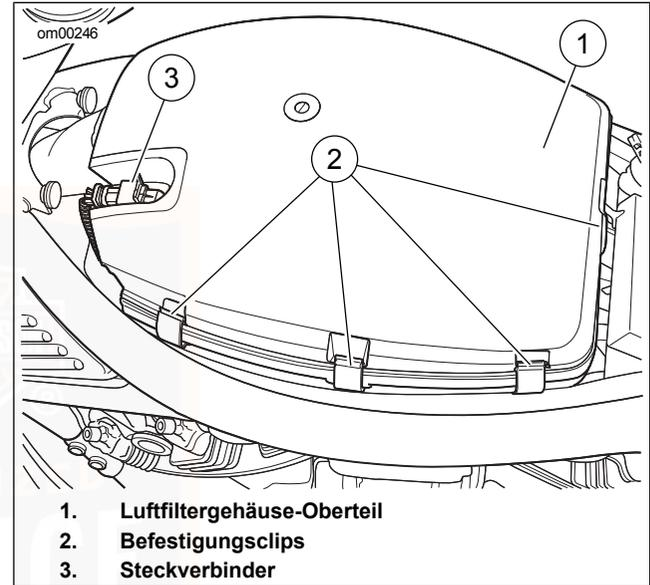

Abbildung 39. Luftfiltergehäuse-Oberteil: VRSC-Modelle
- Siehe Abbildung 39. Steckverbinder (3) ausbauen in dem durch Drücken nach unten der Drahtbügel entriegelt wird. Das Luftfiltergehäuse-Oberteil ist mit acht Clips befestigt: drei pro Seite, einem an der Rückseite und einem an der Vorderseite unter dem Schnorchel. Die Clips lösen und das Luftfiltergehäuse-Oberteil entfernen.